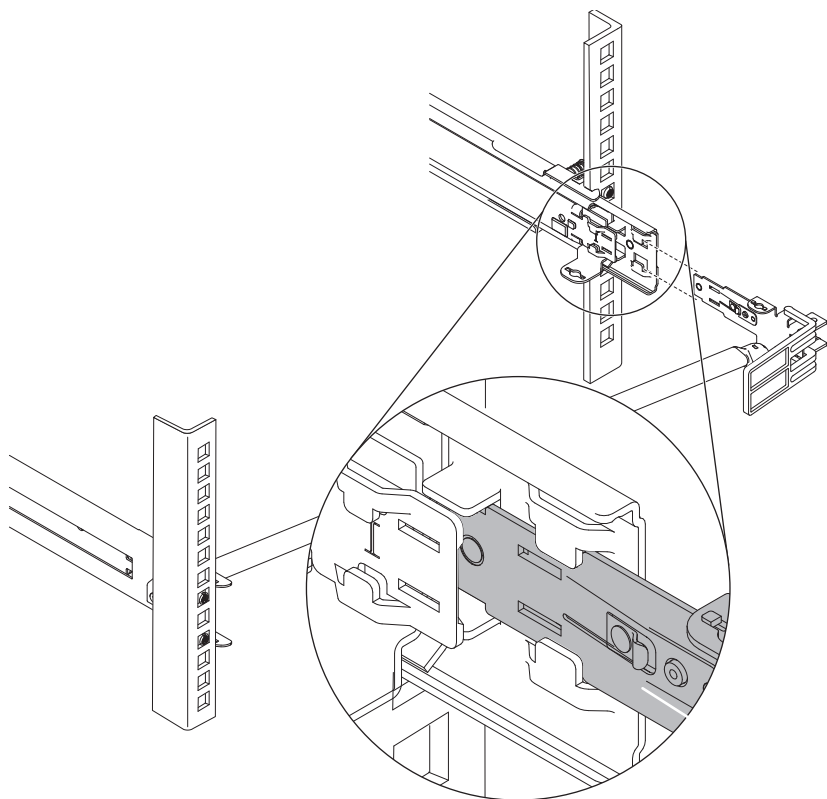

図 14. 停止金具のスライド・レールからの切り離し
7. 34 ページの図 14 に示すように、停止金具をスライド・レールから切り離し、ケーブル・マネジメント停止金具を取り外します。